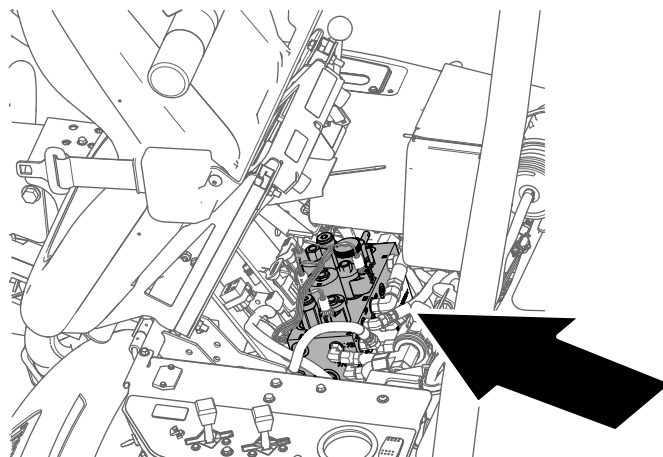

Bild 54
2. Klappen Sie den Bedienerstisch hoch und stützen Sie ihn mit der Stützstange ab (Bild 54).